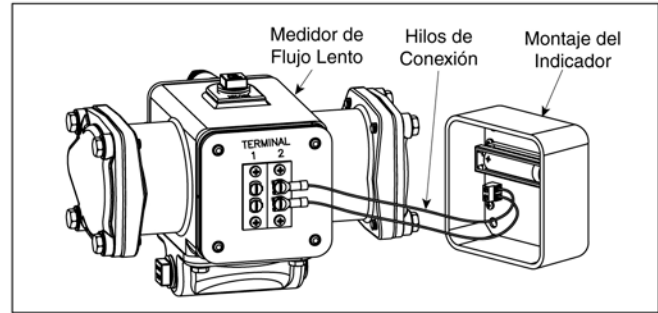

Figura 5 – Montaje del Indicador Intrínsecamente Seguro al Medidor con Terminales
3. Para medidores digitales con placa de barrera (vea Figura 5):